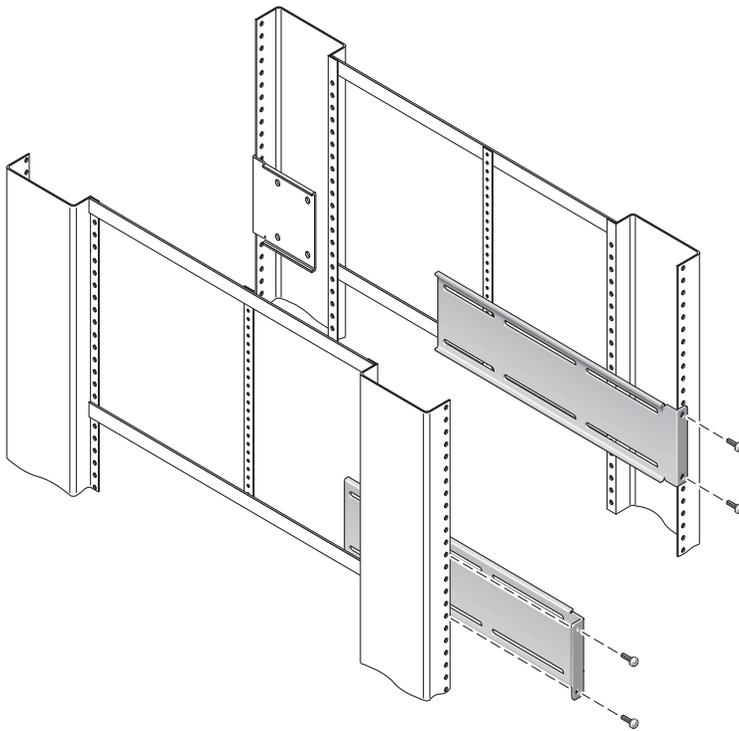

ABBILDUNG 3-11 Befestigen der langen Winkel an der Vorderseite des Racks
8. Heben Sie die langen Winkel an die gewünschte Position auf der *Rückseite* des Racks und montieren Sie an jeder der hinteren vertikalen Rackstützen einen langen Winkel (ABBILDUNG 3-11).
7. Befestigen Sie den Winkel mit Verlängerung und die Ausziehschienen wie in ABBILDUNG 3-11 gezeigt im Rack.